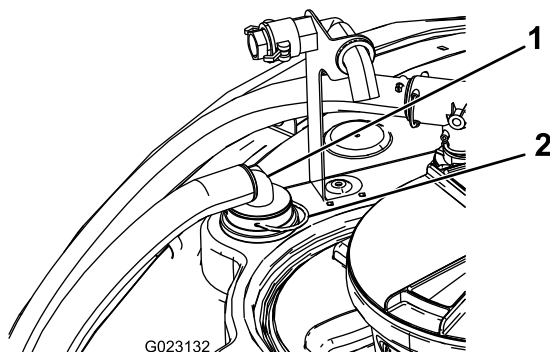

Figure 16
- À l'aide d'un étrier de retenue, fixez le côté du flexible muni du raccord à 90° dans la traversée préalablement installée (Figure 16).